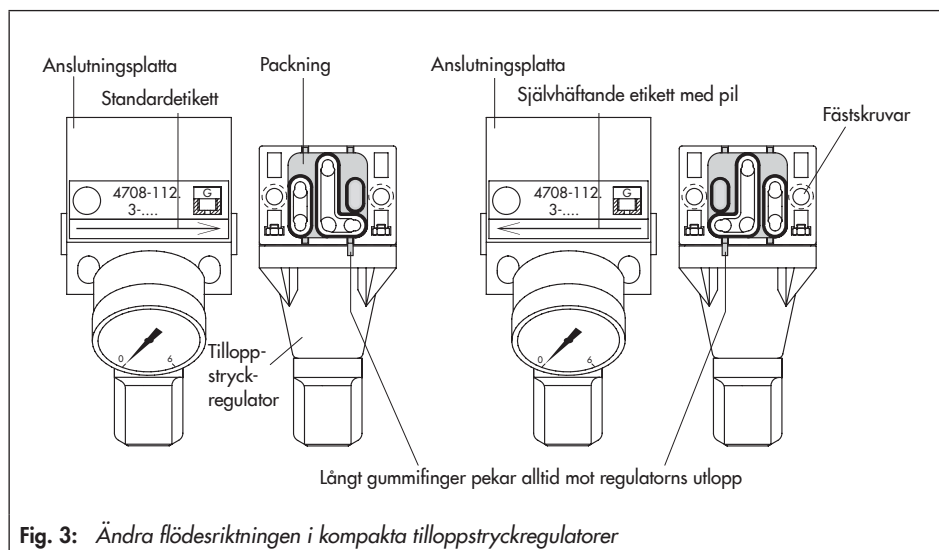

Fig. 3: Ändra flödesriktningen i kompakta tilloppstryckregulatorer
2. Ta bort avledningsspackningen, vrid den 180 grader och omplacera den (Fig. 3).